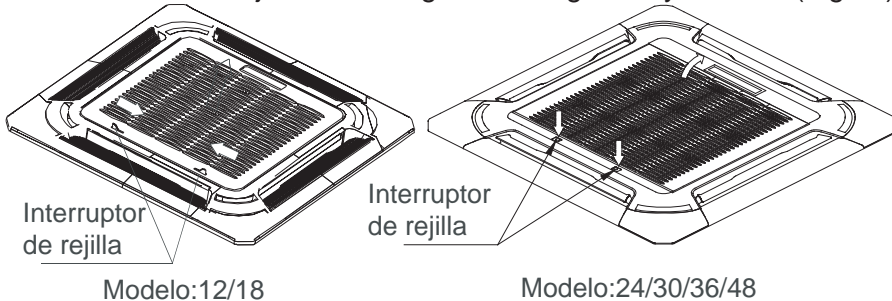

Fig.20
1. Oprima dos interruptores de rejilla en la dirección al mismo tiempo y luego tire de ellos hacia arriba. (Fig.20)